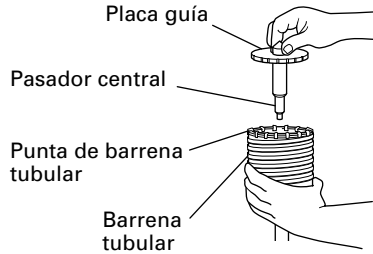

Fig. 20
- (3) Insertar el pasador central en la placa guía hasta que se pare.
- (4) Unir la placa guía con la barrena tubular y girar la placa guía hacia la izquierda o hacia la derecha de forma que no se caiga a pesar de estar indicando hacia abajo. (Fig. 20)